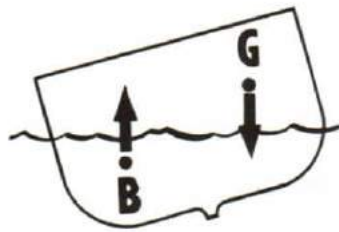
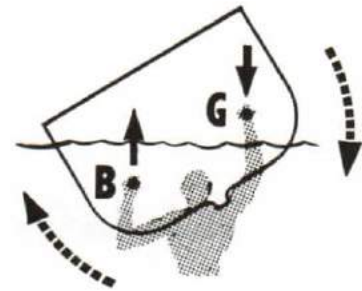

Figure 8-12
Figure 8-13
16. The buoyant force is pushing one side of the ship upward, and the weight is pushing down in the middle. See Figure 8-12. You can see what happens. It is the same as if there was a man pulling down with one arm and pushing up with the other. The ship rights herself. The total force trying to make the ship upright is called the righting moment. See Figure 8-13.
16. La poussée de l'eau repousse un côté du navire vers le haut, tandis que son poids le force vers le bas en son centre (voir la figure 8-12). Il se passe donc la même chose que si un homme tirait vers le bas avec un bras et poussait vers le haut avec l'autre. Le navire se redresse. La force totale qui tend à redresser le navire s'appelle le moment de redressement (voir la figure 8-13).